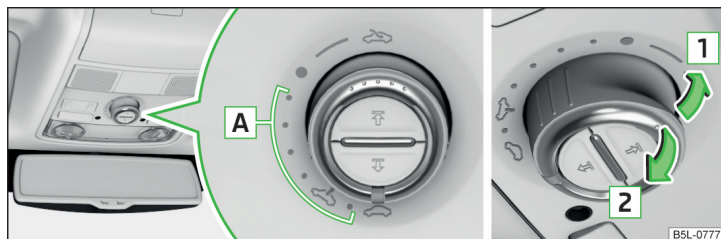

Fig. 40 Manejo del techo corredizo/elevable
### Manejo del techo corredizo/elevable » fig. 40
Si se cierra el techo corredizo/elevable tirando en el interruptor de la cavidad en el sentido de la flecha **2** » fig. 40 de la pág. 60 y el proceso de cierre es detenido por un obstáculo, entonces en el tercer intento de cierre se desactiva el funcionamiento de la limitación de fuerza (cuando se reduce el período de 5 segundos entre cada intento de cierre). El techo corredizo/elevable cierra con toda la fuerza. ¡Existe peligro de lesiones!
- › Conectar el encendido y colocar el interruptor en la posición ↶ » fig. 40 de la pág. 60.